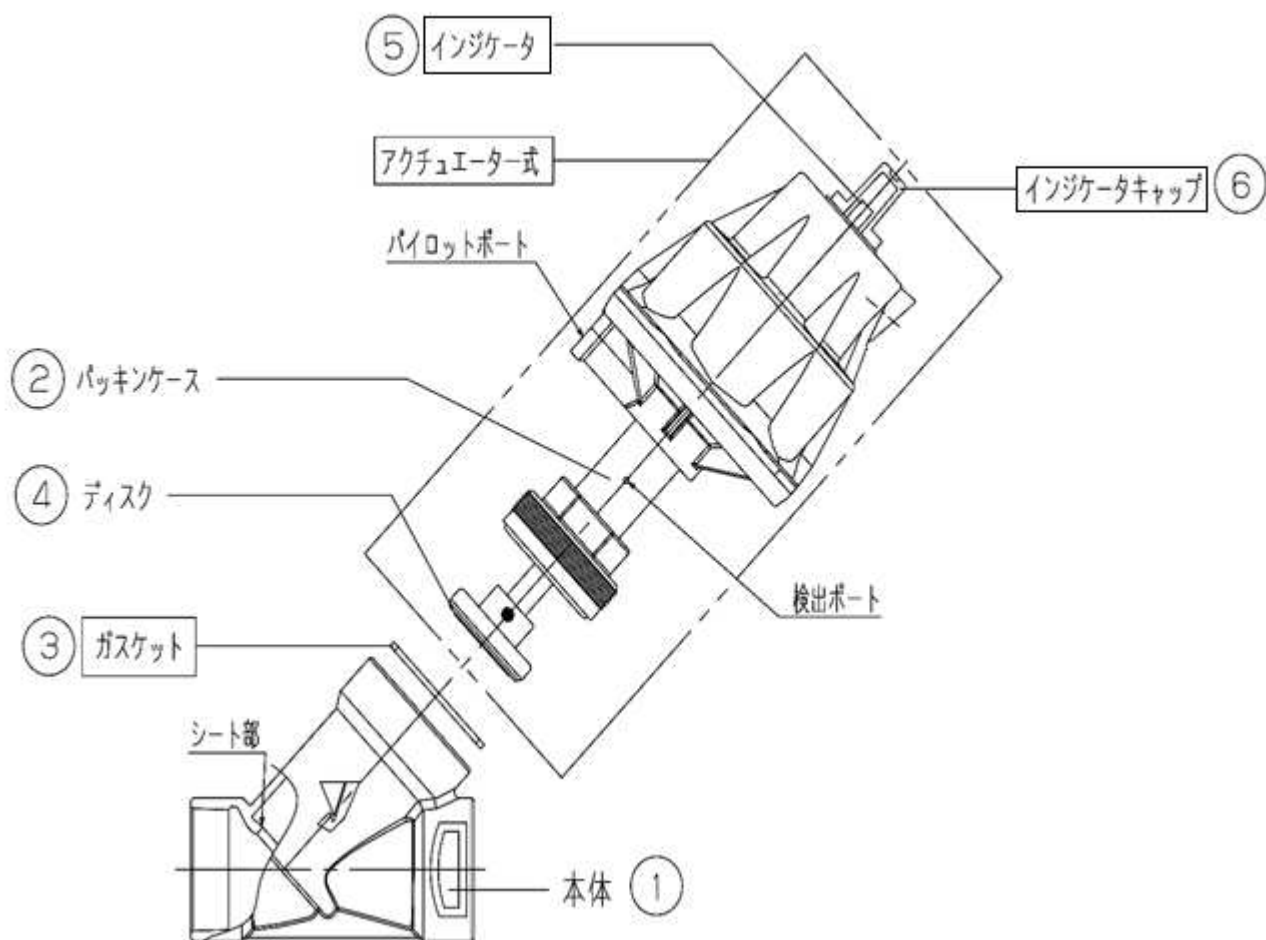
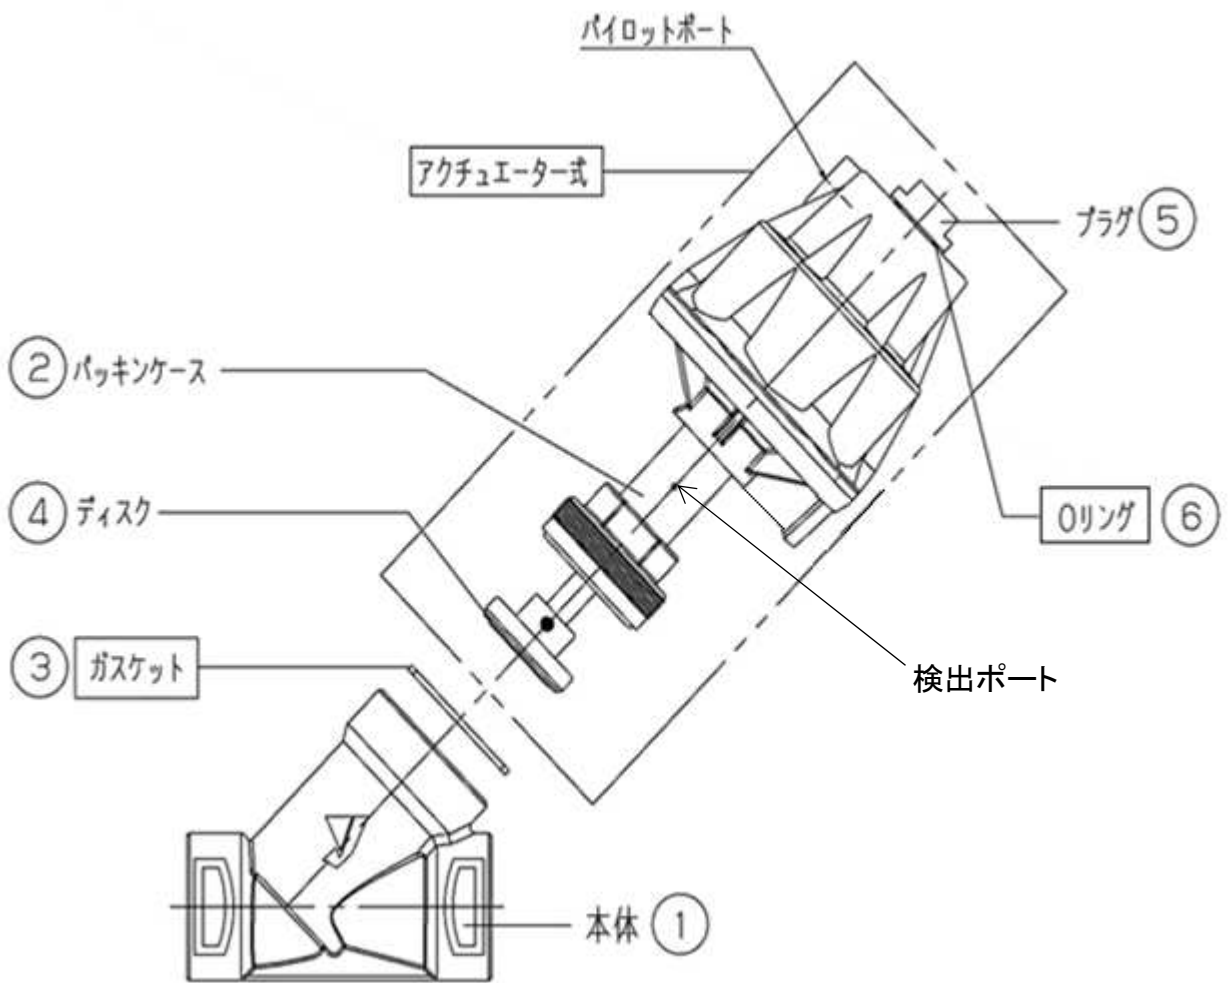

図 10
図 11
(表中の部品番号は『7.3 図 10、図 11. 分解図』中の番号を示します)。
ディスク④と本体①のシート部(図 10 参照)に異物が噛み込んでいる。	ディスク④と本体①のシート部(図 10 参照)を掃除してください。
ディスク④と本体①のシート部(図 10 参照)に傷がついている。	ディスク④に傷がある場合は、アクチュエータ一式を交換してください。本体①のシート部(図 10 参照)に傷がある場合は、製品を交換してください。